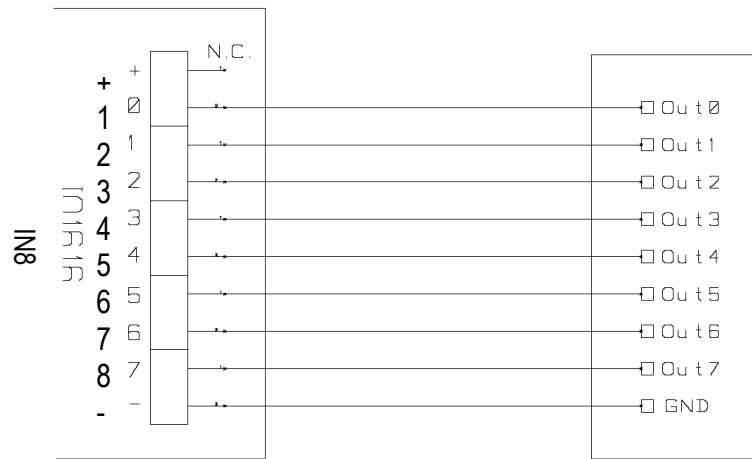

Figura 2c
- Figura 2c: nel caso in cui gli ingressi siano controllati direttamente da una tensione.